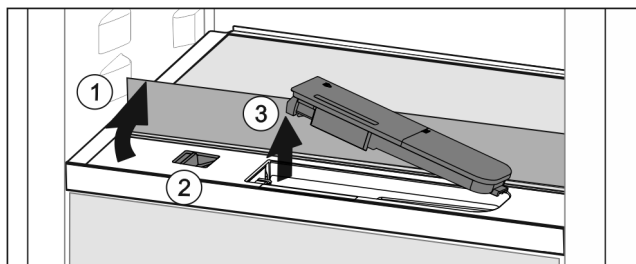

Fig. 41
- ▶ Skleněnou desku nadzvedněte a zaklapněte dozadu až na doraz Fig. 41 (1).
- ▶ Posuvník Fig. 41 (2) posuňte doleva.
- ▶ Vyjměte nádržku na vodu Fig. 41 (3).